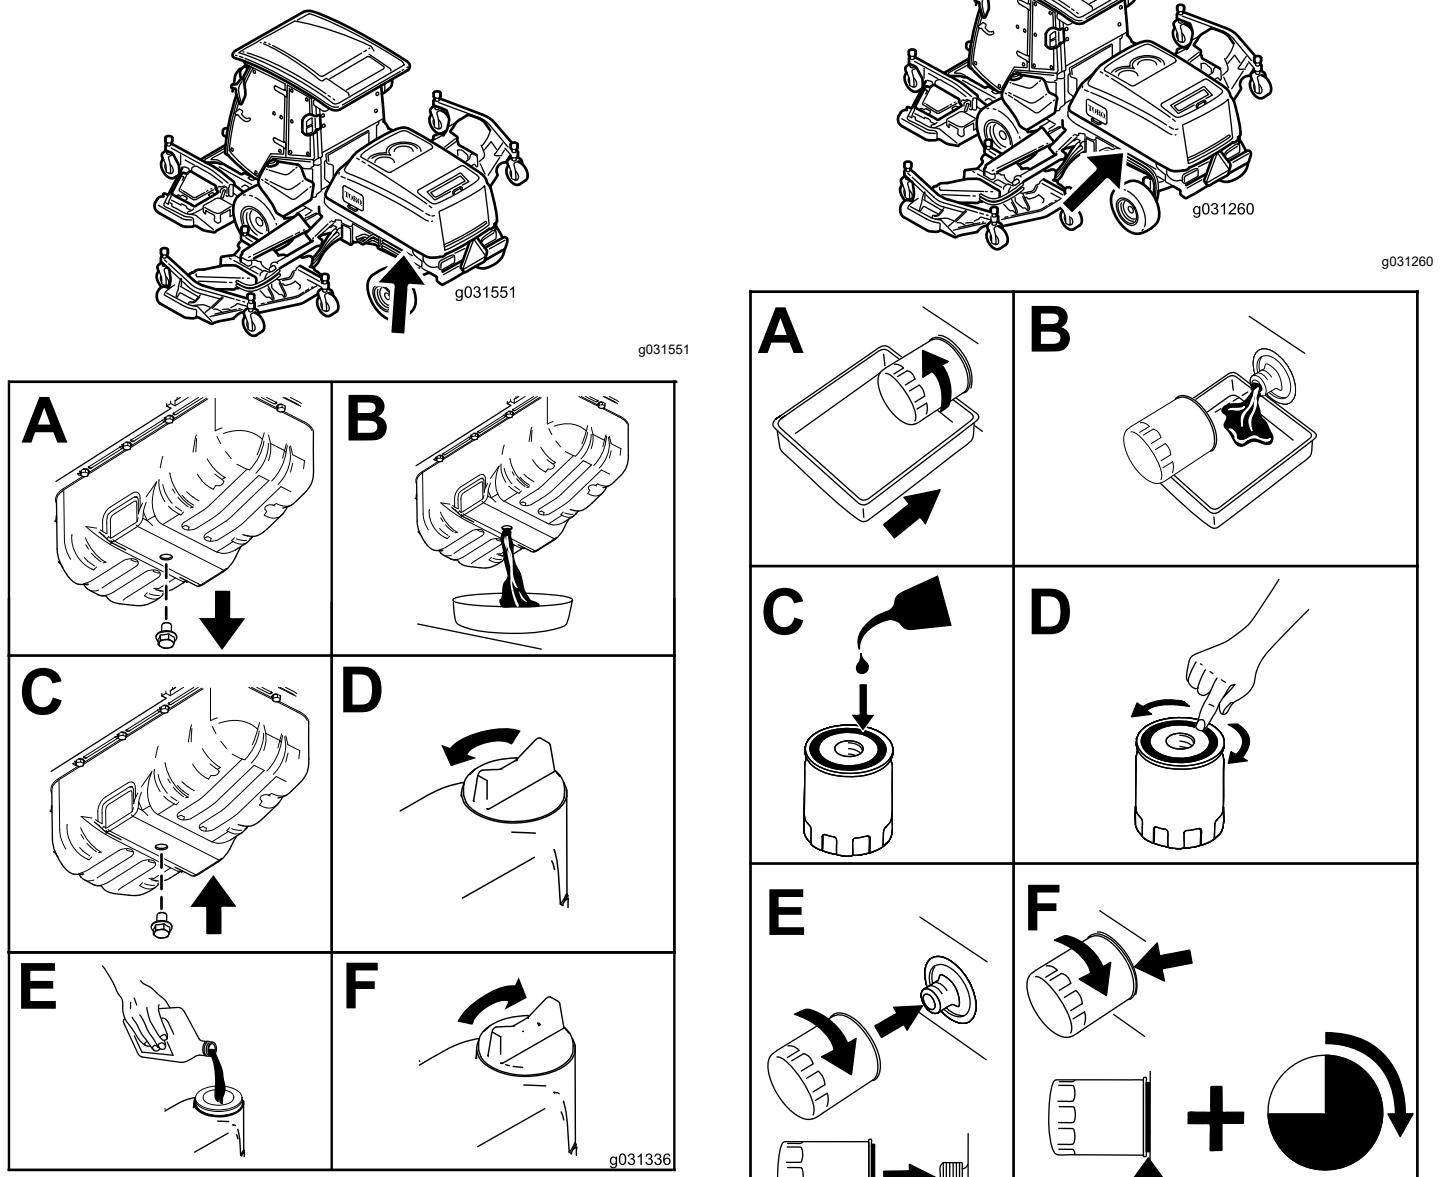

Figure 62
3. Vidangez l'huile moteur, comme montré à la Figure 62.